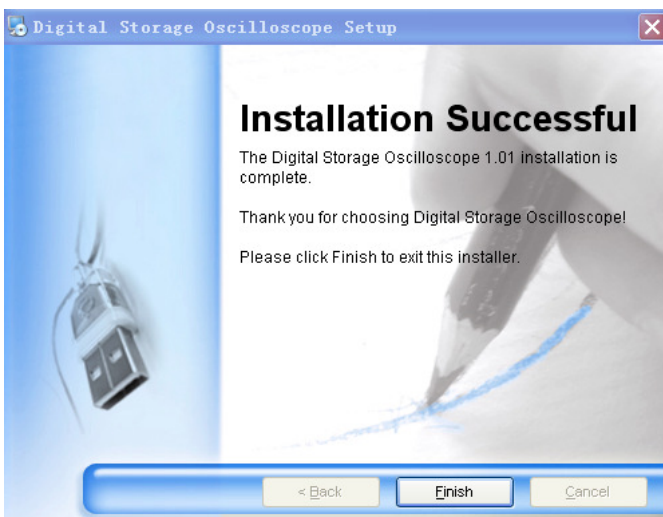

Рисунок 1-7
**Шаг 7:** Когда автоматическая установка завершится и на экране появится сообщение, показанное на рис. 1-7, нажмите кнопку [Finish (F)]. Программа успешно установлена на ваш компьютер и готова к использованию.